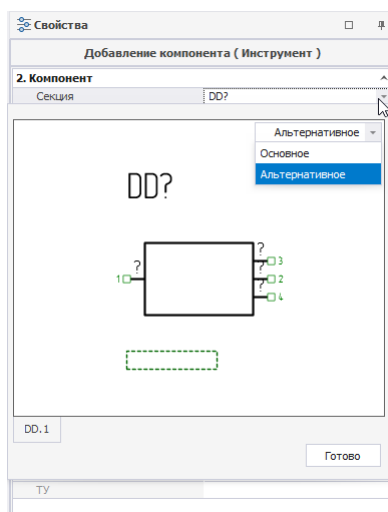

Рис. 22 Выбор представления УГО
3. Переместить курсор в область функционального окна «Свойства», открыть выпадающее меню поля «Компоненты» → «Секция». Выбрать вид представления УГО компонента, см. Рис. 22.